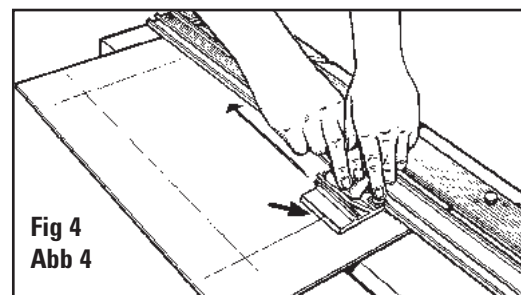

Fig 4
8. Appuyer sur le goujon anti-glissement et faire pivoter fermement le support de lame dans le passe-partout (**Fig. 4**).
8. Presione hacia abajo el Pasador Anti-Arrastre y gire firmemente el Sujetador de la Cuchilla abajo dentro de la lámina perimétrica. (**Fig. 4**)
8. Pressen Sie mit der linken Hand auf die Anti-Rutschnadel und drücken Sie das Klingensmagazin mit der Klinge fest nach vorn in den Karton. Abb. 4.
8. Premere il perno antiscivolo e inserire il portalamina nel passepartout ruotandolo verso il basso. (**Fig. 4**)